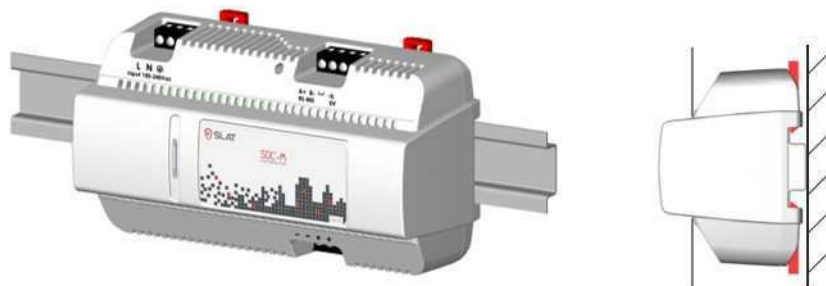

Figure 6.1: Montage sur rail DIN
- d. Le produit doit tenir seul. La Figure 6.1 montre comment doit être positionné le boîtier sur le rail DIN après montage.